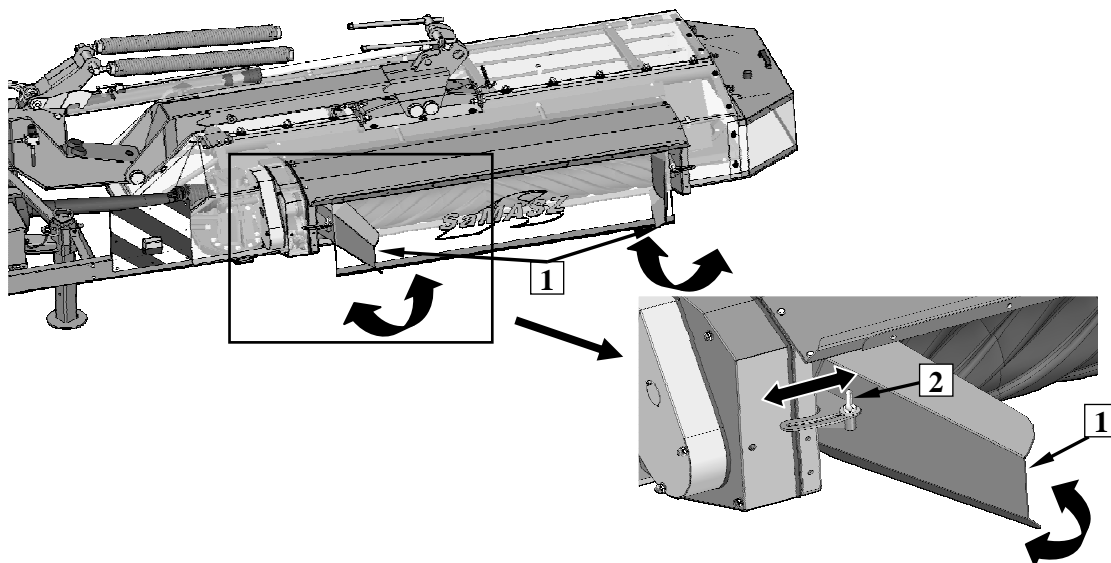

Abb. 33. Regulierung der Schwadformer: 1-Schwadformer, 2-Regelschraube
Um die Schwadbreite einzustellen, sollte die Regulierung der Schwadformer (1) durchgeführt werden (**Abb. 33**) (betr. KT 260 W (H) und KT 300 W (H)):
- ❑ Schraube mit Auge (2) des Schwadformers lockern,
- ❑ den Schwadformer (1) je nach Bedarf einstellen,
- ❑ Schraube zudrehen (2).